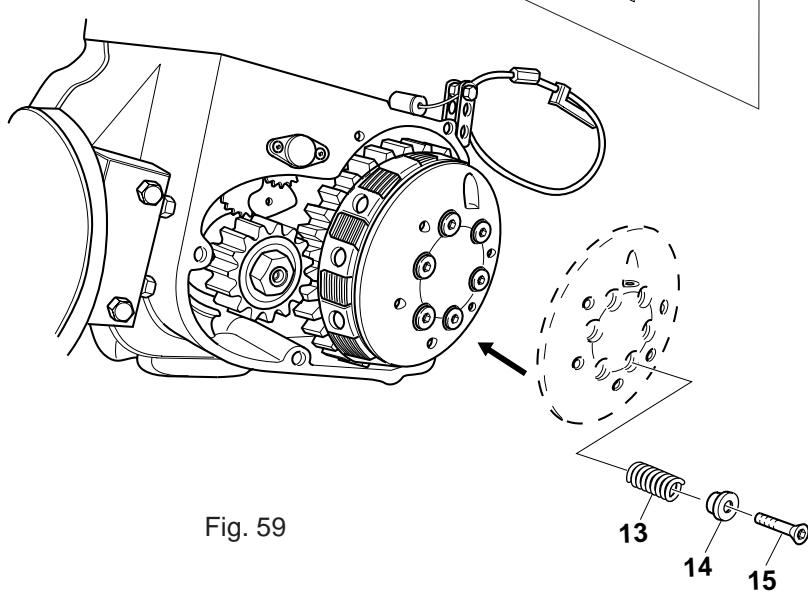

Fig. 59
8. Montare il piatto spingidisco con relative molle (13), scodellini (14) e viti (15). (Fig.59)
8. Fit the pressure plate with relevant springs, caps and screws (Fig. 59).
8. Die Druckplatte mit den entsprechenden Federn, Ventilfedertellern und Schrauben montieren (Abb. 59).
8. Monter le plateau d'embrayage ainsi que ses ressorts, ses garnitures et ses vis (Fig.59).